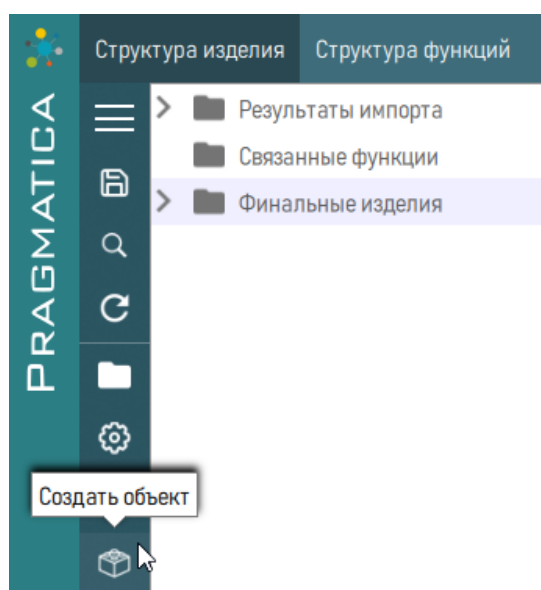

Рисунок 133 – Создание объекта в папке
- 3) Нажать кнопку  «Создать объект», расположенную слева на панели (рисунок 133).
- 1) Выбрать объект и нажать кнопку  «Создать объект», расположенную слева на панели (см. рисунок 133).